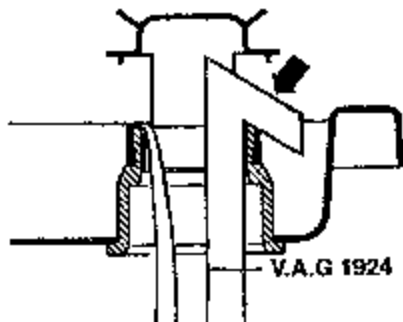

图 8-67 加注 ATF 液
(5) 如果 ATF 温度已达到 40°C 却仍无 ATF 液体从 ATF 检查螺栓孔溢出, 则需要补加 ATF 液。补加 ATF 时, 用加注器 V.A.G1924 从屏蔽盖开口 4 处加注, 此外不要把屏蔽盖向上推进去。使用 V.A.G1924 加注 ATF (箭头), 直到 ATF 从检查孔溢出为止, 如图 8-67 所示。